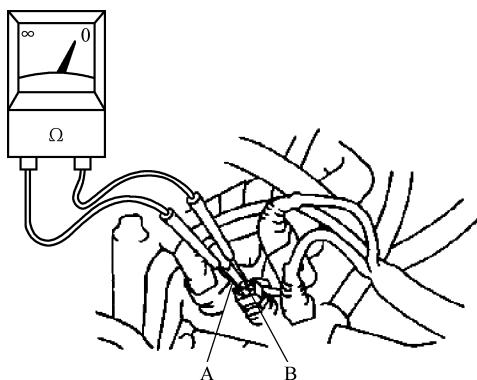

图 2-6 就车检查冷却液温度传感器的电阻
(1) 就车检查 点火开关置于 OFF 位置,拆卸冷却液温度传感器导线插接器,用数字式高阻抗万用表 Ω 档,按图 2-6 所示测试传感器 B 端子和 A 端子间的电阻值。其测量电阻值应与温度的高低成反比,在热机时应小于 $1\text{k}\Omega$ 。